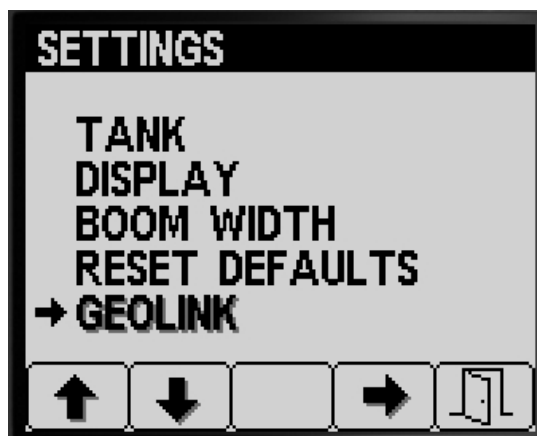

Bild 36
1. Drücken Sie Taste 1 oder Taste 2 auf dem Bildschirm EINSTELLUNGEN, bis Sie die Option GEOLINK erreichen (Bild 36).
2. Drücken Sie Taste 4, um den GeoLink-Eintrag auszuwählen (Bild 36).